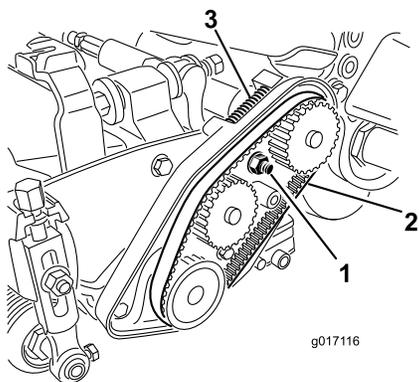

图45
- A. 松开轴承座安装螺母图45。
- C. 清除皮带舱内部和压缩弹簧周围的任何杂物 (图45)。